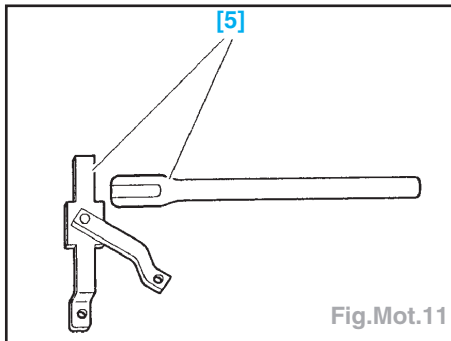

Fig.Mot.11
- Immobiliser le vilebrequin à l'aide l'outil 6310.T [5] (Fig.Mot.11).